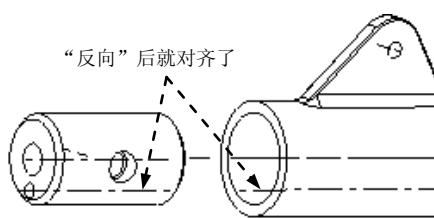

图 12.5.2 使偏轴线对齐
⑤ 如果元件body上的offset_axis偏轴线与活塞上的偏孔轴线不对齐，单击操控板中的**对齐**按钮使其对齐（图12.5.2）。